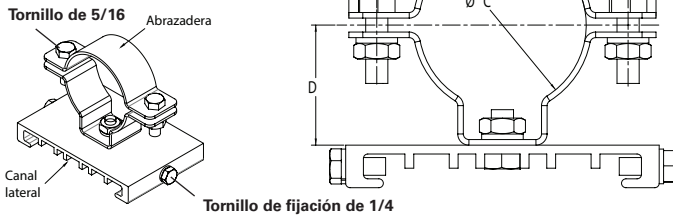

Figura 6. KIT PM – Detalles del montaje en poste
3. Verifique que el diámetro interno de la abrazadera (observe la Figura 6) sea congruente con el diámetro del poste antes de la instalación. Las abrazaderas están disponibles en tamaños de 1,65" (42 mm), 2,00" (51 mm) y 2,36" (60 mm).
5. Deslice los dos (2) soportes de montaje en poste en el accesorio, encajando la brida en la parte superior del accesorio.
6. Ajuste los dos (2) tornillos de fijación de 1/4" en el soporte lateral hasta que lleguen abajo (observe la Figura 6). Ajuste la torsión a 78 pulgadas-libras (8,8 N-m).
7. Retire los dos (2) tornillos de 5/16"; las arandelas de seguridad y las tuercas de cada abrazadera y retire las mitades superiores de la abrazadera.
8. El accesorio ahora está listo para su montaje. Se recomienda firmemente que use a dos (2) personas especializadas calificadas para proceder con el montaje final del dispositivo. Se recomienda esto para evitar cualquier lesión personal o daño al accesorio.
10. Instale las dos (2) mitades superiores de la abrazadera y los tornillos de 5/16"; las arandelas de seguridad y las tuercas en cada abrazadera.